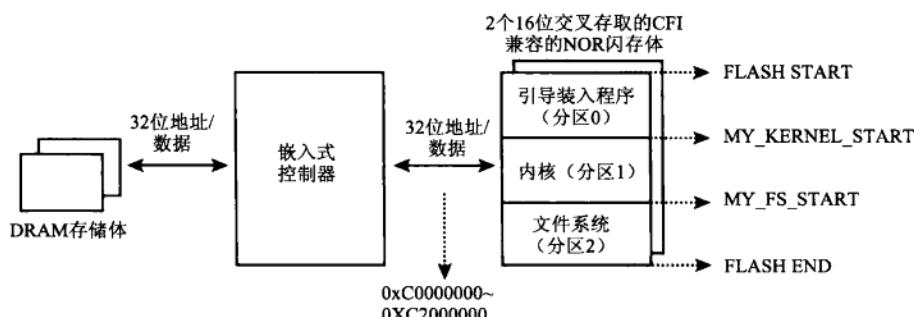

图17-2 示例Linux手持设备上的闪存
考虑一个图17-2所示的Linux手持设备。其中的闪存大小为32MB，并被映射到处理器的地址空间0xC0000000。它包括3个分区，分别用于引导装入程序、内核和根文件系统。引导装入程序（Bootloader）分区从闪存的顶部开始，内核分区从偏移MY_KERNEL_START处开始，根文件系统从偏移MY_FS_START^③处开始。引导装入程序和内核放在只读分区以防被破坏，而文件系统分区是可读写的。
我们先创建闪存映射，然后开始驱动程序初始化。映射驱动程序必须将图中的闪存布局转变成mtd_partition结构体。代码清单17-1包含了与图17-2对应的mtd_partition定义。注意mask_flags字段标识是否允许写，MTD_WRITEABLE表示一个只读分区。